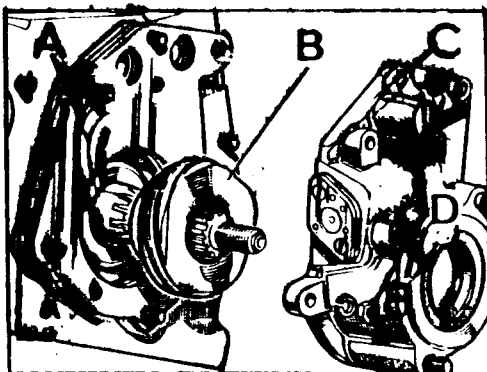

Fig. C-24 Conjunto del mando del velocímetro
- 1.3. Retirar la caja completa, C (Fig. C-24) con los suplementos, A y el piñón, B.